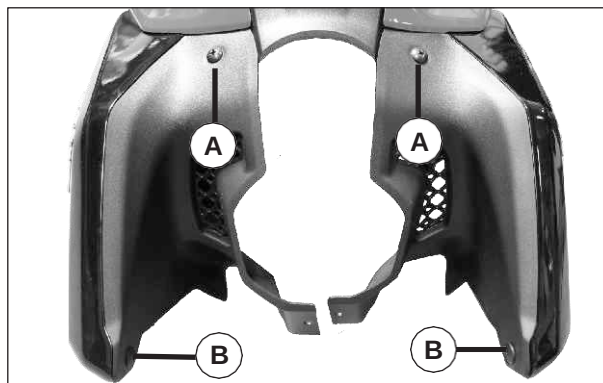

Fig.1.44
- Retire los tornillos de cabeza plana (M6x12) (A) de la parte superior del enfocador del depósito de combustible de cada lado. (Fig. 1.44)
- Afloje y retire el remache plástico (B) que une la cubierta lateral con el enfocador del depósito de combustible de cada lado. (Fig. 1.44)